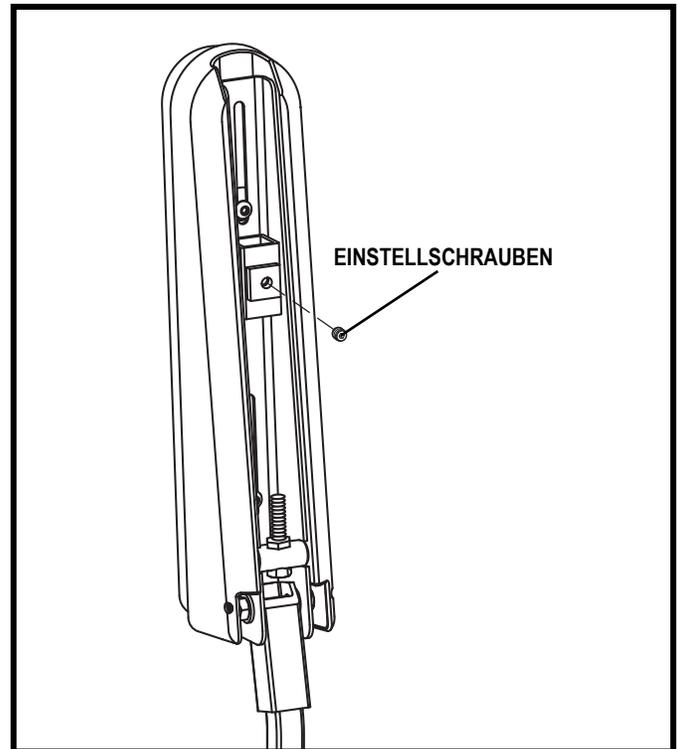

Abb. 18. Unterseite der Armlehne
2. Die Feststellschraube an der Halterung der Steuereinheit lösen. **Siehe Abbildung 18.**
HINWEIS: Bei Kontursitzen müssen Sie die Feststellschraube an der Unterseite beider Armlehnen lösen, die Steuereinheit an der anderen Armlehne anbringen und dann die Feststellschrauben wieder anziehen. **Siehe Abbildung 18.**